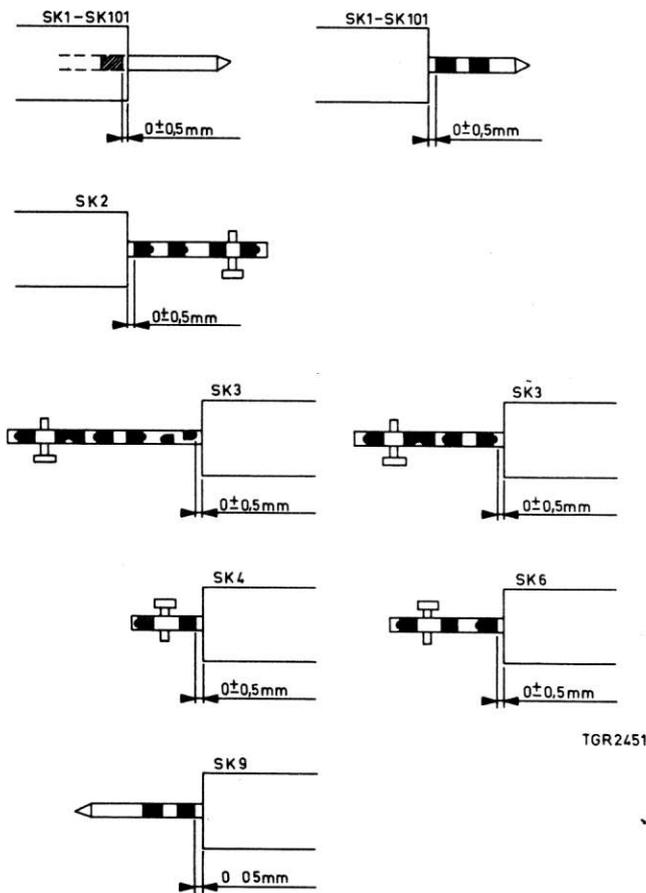

Fig. 22
Commutateurs d'enregistrement/reproduction SK1-SK101, (voir fig. 22, 23 et 24)
- Les commutateurs à tiroir doivent à présent se trouver dans la position indiquée fig. 22.
Commutateur de correction de la fréquence SK2, voir fig. 22
- Le commutateur à tiroir doit se trouver dans la position indiquée fig. 22.
Commutateur de reproduction SK3, voir fig. 22 et 24
- Le commutateur à tiroir doit se trouver à présent dans la position indiquée fig. 22.
- Le curseur doit se trouver maintenant dans la position indiquée fig. 22.
Commutateur des traces SK4, voir fig. 22, 23, 24 et 26
- En position "Parallèle", le commutateur à tiroir doit se trouver dans la position indiquée fig. 22.
Commutateur Multiplay-Duoplay SK6, voir fig. 22 et 23
- Le commutateur à tiroir doit se trouver à présent dans la position représentée fig. 22.
Commutateur Multiplay-Duoplay SK9, voir fig. 22 et 23
- Placer l'appareil en position "Normal" (0).
- Le commutateur à tiroir doit se trouver dans la position représentée fig. 22.